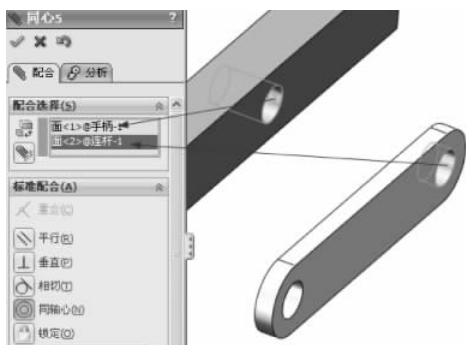

图 3-20 同轴心配合
(2) 单击【装配体】工具栏中的【配合】按钮,弹出【配合】的属性设置。在【标准配合】选项组下选择【同轴心】配合类型,单击【配合选择】选项组下的选择框,然后在图形区域中选择手柄中间位置的通孔和连杆一端的通孔,如图 3-20 所示,单击【确定】按钮。